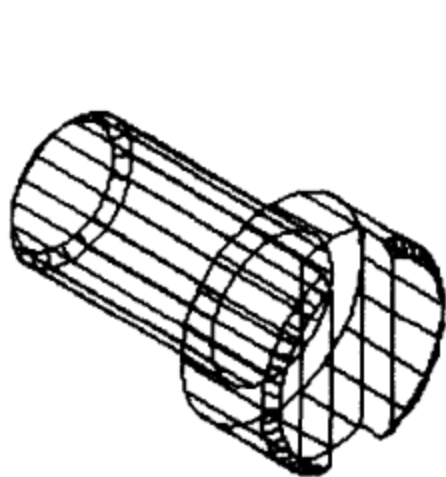

图 7-38 实体造型
例 7-9 作出如图 7-38 所示三维实体造型。
(10) 对端面圆 2 的倒角，操作方法与 (9) 中所述相同，结果如图 7-38 所示。